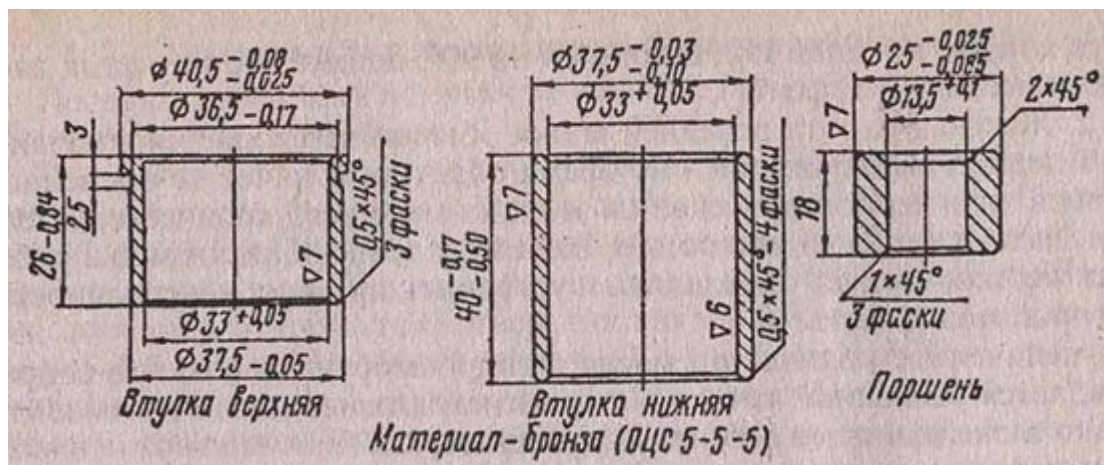

Рис. 4.7. Детали передней вилки.
- износ втулок или поршней вследствие длительной эксплуатации, что обычно сопровождается усиленной течью масла и устраняется заменой деталей (см. рис. 4.7). Однако прежде чем производить замену, следует тщательно проверить качество сборки, состояние пружины и сальника, а также попытаться устранить неисправность применением более вязкого масла;